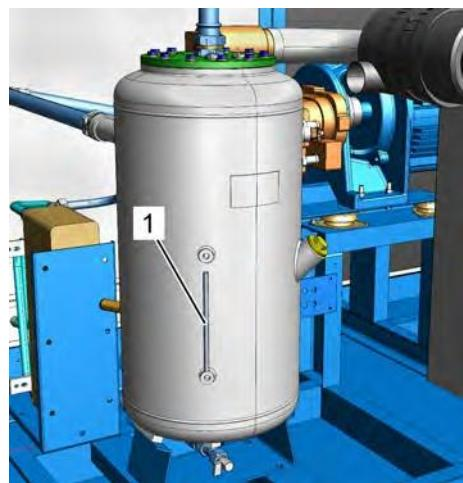

Рис. 38: Указатель уровня воды
- 4.** Проверьте, видна ли в указателе уровня воды (Рис. 38/1) вода.